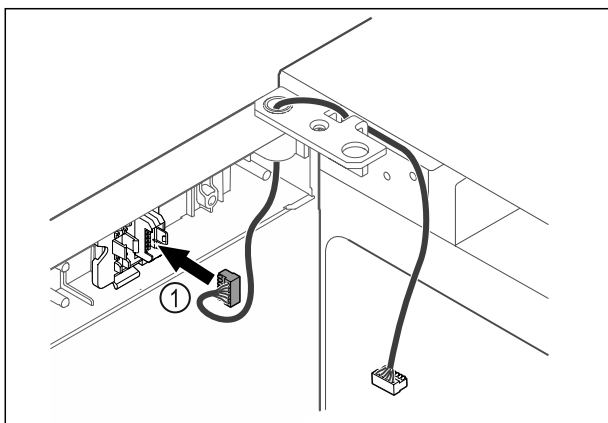

Fig. 45
- Sätt in kontakten Fig. 45 (1) i kontakthållaren.